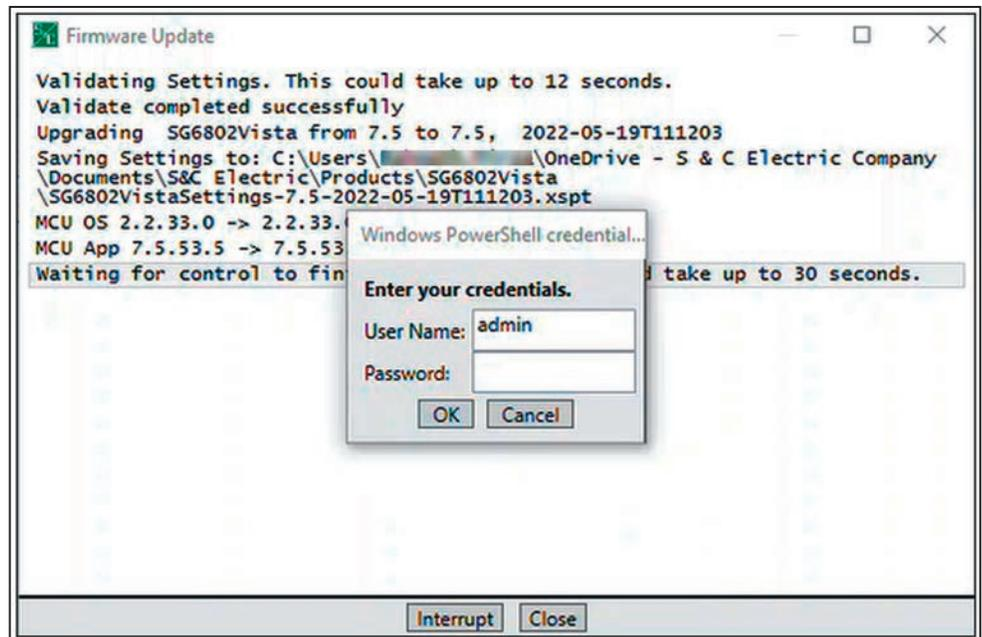

Figura 34. La ventana de diálogo de credenciales de Windows PowerShell.
PASO 12. Si aparece la ventana de diálogo Credenciales de Windows PowerShell, introduzca el Nombre de usuario y la Contraseña, y haga clic en el botón **OK (Aceptar)**. Póngase en contacto con el Centro mundial de soporte y monitoreo llamando al (888) 762-1100 si necesita ayuda. Ver Figura 34.